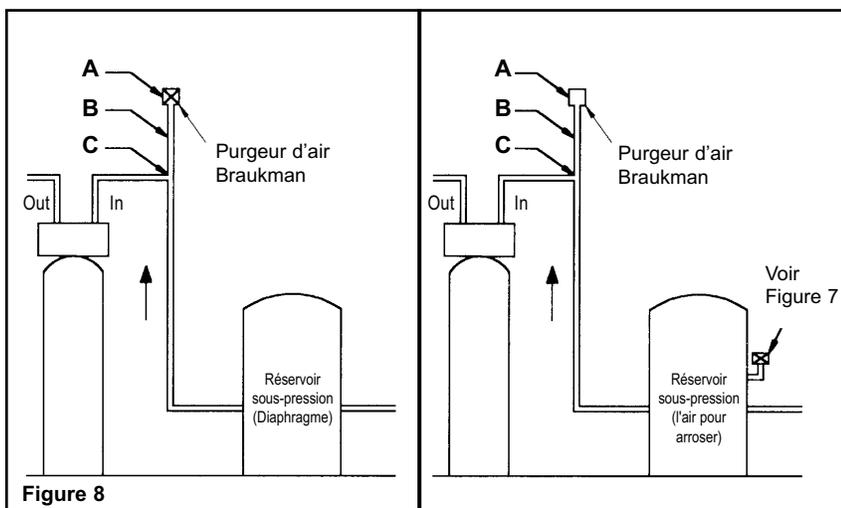

Figure 8
Les réservoirs sous-pression retrouvés sur les systèmes pour puits privés deviennent une partie intégrale à votre système de filtration car ils fournissent le brassage et le « temps de contact » avec l'eau « hydro-chargée ». Bien que le filtre fonctionne mieux lorsque le réservoir sous-pression est du type standard air/eau, il peut fonctionner de façon satisfaisante avec un réservoir sous-pression à air captivé (à vessie natatoire). Le réservoir à vessie natatoire nécessite un ajustement plus précis de l'hydro-chargeur et un emplacement plus spécifique du purgeur d'air. (voir figures 8 et 9)
Le purgeur d'air Braukman doit être installée au plus haut point de la plomberie, entre le réservoir de pression et le filtre (voir figure 8). Veuillez noter que le purgeur d'air Braukman (A) est monté sur un tuyau d'extension (B), de quatre à six pouces de long, qui est installé au coude (C) le plus élevé de la tuyauterie. Ceci permet au purgeur d'air de mieux capturer l'air en excès causé par l'hydro-chargeur.